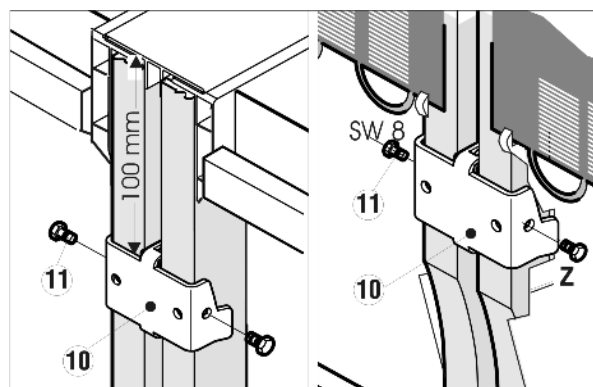

Fig. 6
- Applicare sul lato posteriore in alto e in basso le squadre di fissaggio larghe Fig. 6 (10).
- Inserire la squadra di fissaggio inferiore nell'apposito incavo (Z).
- Avvitare saldamente le due squadre di fissaggio Fig. 6 (10) con le viti a testa esagonale Fig. 6 (11) di lato.